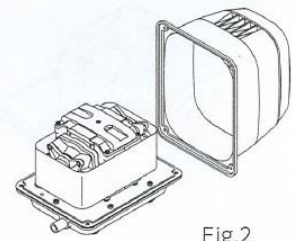

Fig.2
- Enter sur SCENARIOS (fig. 2)